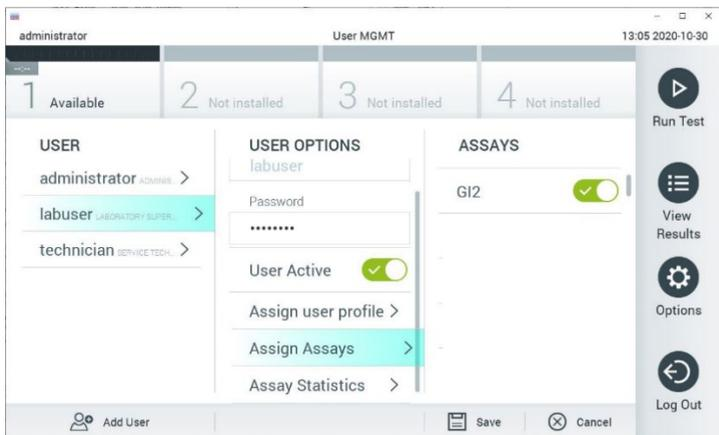

Figura 58. Assegnazione dell'esame attivo.
8. Assegnare l'esame attivo all'utente premendo il pulsante **Options** (Opzioni) e poi il pulsante **User Management** (Gestione utente). Seleziona l'utente a cui dovrebbe essere consentito eseguire l'esame. Se necessario, questa azione può essere ripetuta per ogni utente creato nel sistema. Quindi, selezionare Assign Assays (Assegna esame) dalle "User Options" (Opzioni utente). Abilitare l'esame e premere il pulsante **Save** (Salva) (Figura 58).